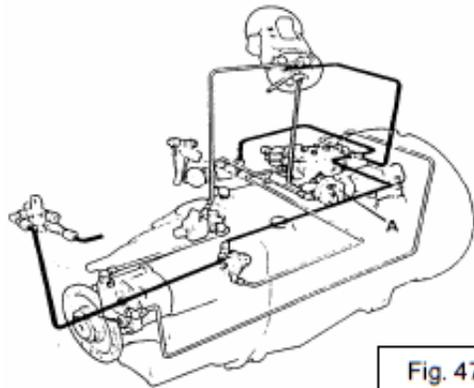

Fig. 47
Al elegir la posición de split alto, la válvula de la empuñadura abre la conexión con la válvula relé (A) del cilindro split. (Fig. 47)